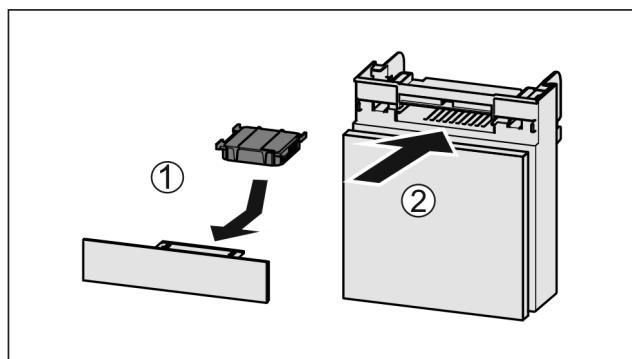

Fig. 143
- Introduceți Fig. 143 (1) filtrul de cărbune activ după cum se vede în figură.
► Împingeți Fig. 143 (2) compartimentul în interior.